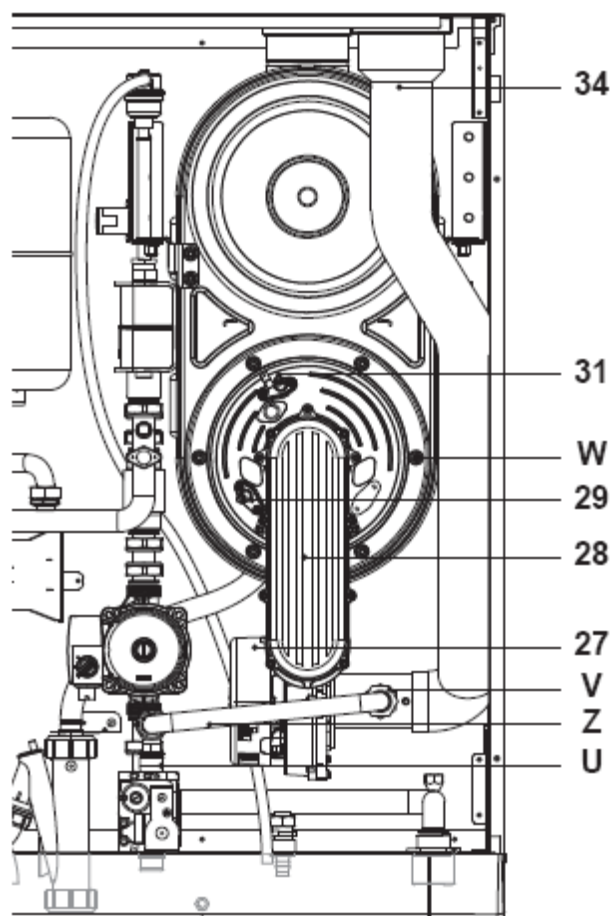

рис. 9.5
Демонтаж горелки вентилятора (см. 28 на рис. 9.5).
- Отсоедините кабеля электродов розжига 31 и контроля пламени (29 рис. 9.5).
- Открутите гайки газовой трубы (U) и (V), и снимите её (Z), см. рис. 9.5 .
- Освободите вентилятор 27 от электрических проводов и от силиконовой трубки, см. рис. 9.5 .
- Отсоедините трубу втягивания воздуха 34 от вентилятора, рис. 9.5 .
- Открутите гайки (W) и извлеките горелку с вентилятором (28 рис. 9.5).
Электрод контроля пламени (29 рис. 9.5) служит также датчиком слива конденсата. Если этот электрод вступает в контакт с конденсатом, находящимся внутри камеры сгорания, котёл блокируется по безопасности.